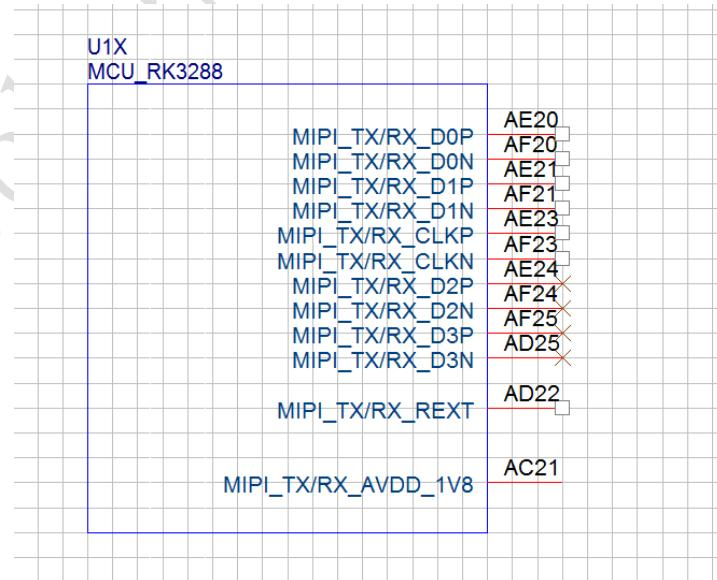

图14-6
- RK3288中，独立供电的显示模块将电源引脚都放置在各自的模块中，不用的时候电源引脚可以不供电以降低功耗，如图14-6、14-7；